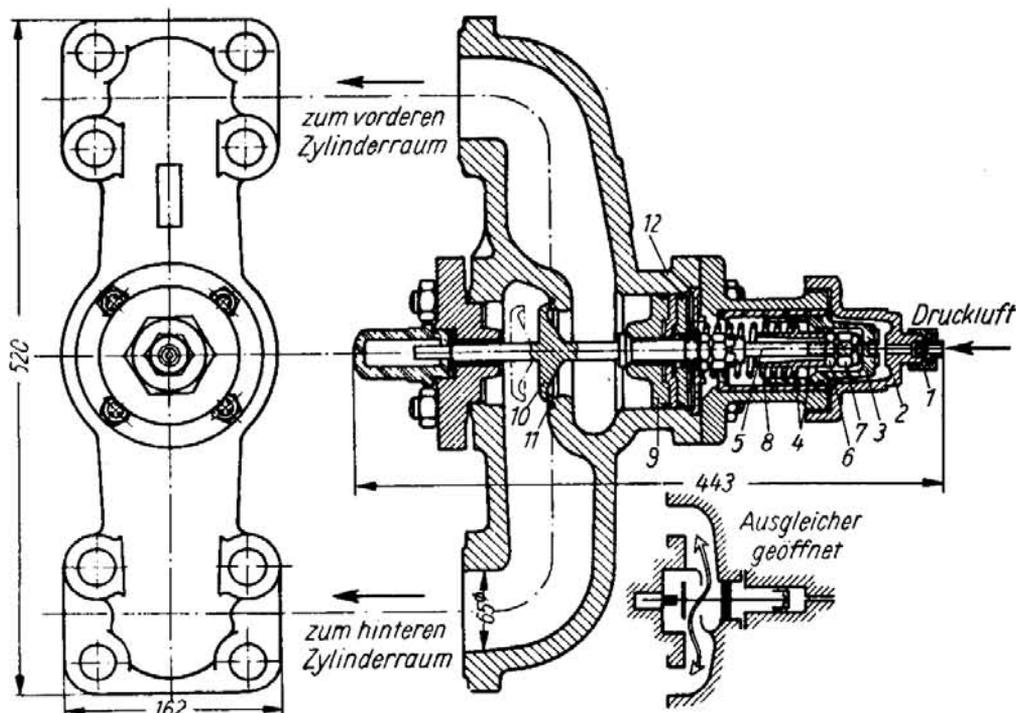

Bild 73. Druckausgleicher mit Druckluftsteuerung
<p>1. Die obere Mutter am Ventilschaft hat sich gelöst. Sie bewegt sich aufwärts und verhindert das Schließen des Druckausgleichers (Bild 73).</p>	<p>Die Überwurfmutter am Luftanschluß (1) wird gelöst, die Kapselmutter (2) abgeschraubt und der Steuerkolben (Luftkolben) (3) herausgezogen. Nun können die Mutter auf dem Ventilschaft (4) festgezogen und versplintet und die Kapselmutter und Überwurfmutter für den Luftanschluß wieder aufgeschraubt werden.</p>